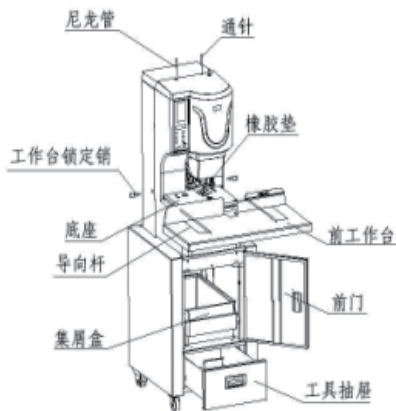

图 2
- 2) 前工作台的装配位置如图2。
- 3) 通针、橡胶垫、尼龙管是本机的配件及耗材，其位置如图2。